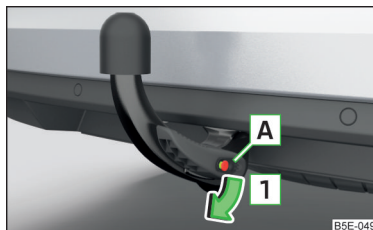

Abb. 305
- › Die Kappe **A** vom Schloss in Pfeilrichtung **1** » Abb. 305 abnehmen.